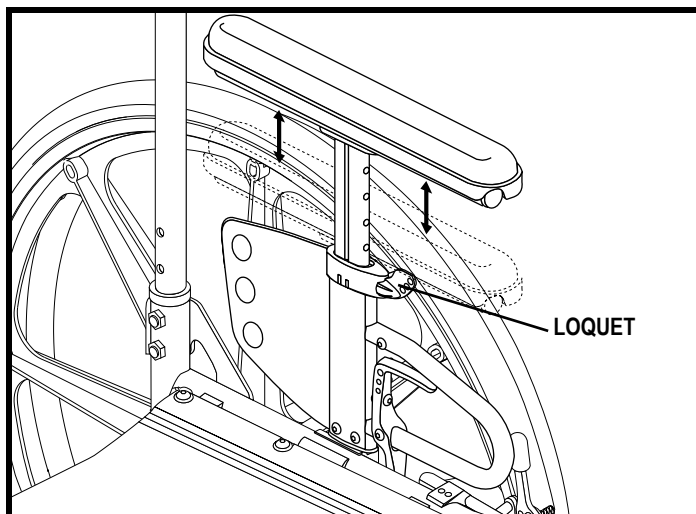

Figure 30. Réglage en hauteur des accoudoirs relevables
1. Tournez le loquet situé sur l'accoudoir. Voir la figure 30.